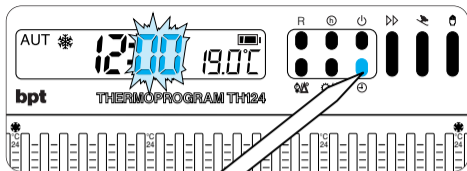

Fig. 15
**5.1** - Premere il pulsante  (fig. 15).